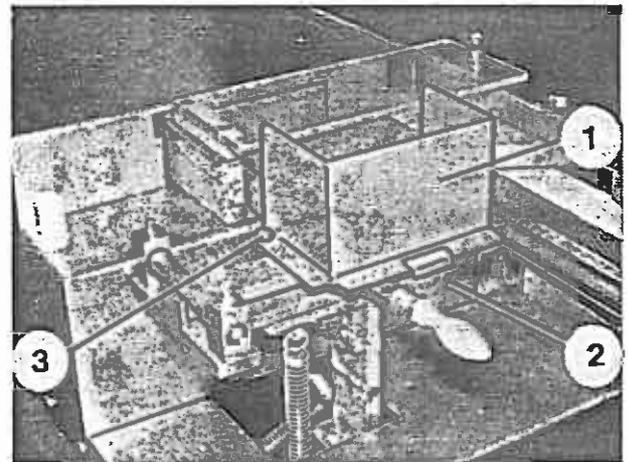

Bild 53
1. Den großen Führungswinkel (Bild 53/1) auf den Kippteller aufsetzen, Schrauben (Bild 53/3) festziehen und Haltewinkel (Bild 53/2) einhängen.
1. Den großen Führungswinkel anbauen (siehe Bild 53).